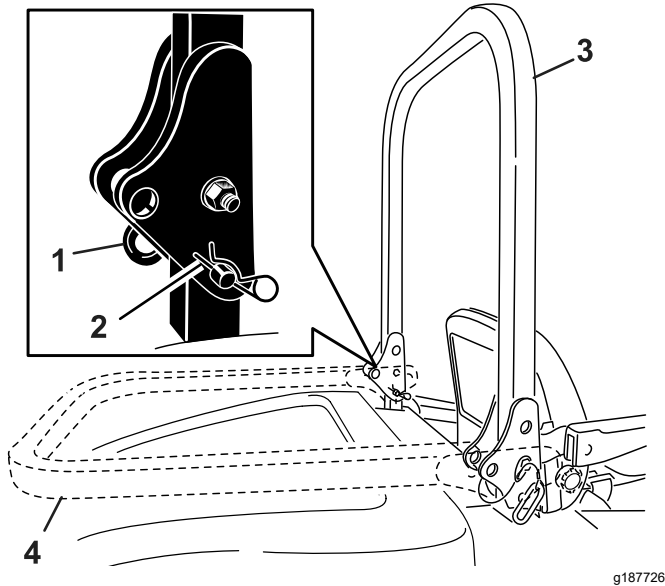

Figura 20
1. Com a barra de segurança na posição elevada, retire os pernos de gancho e os dois pinos (Figura 20).